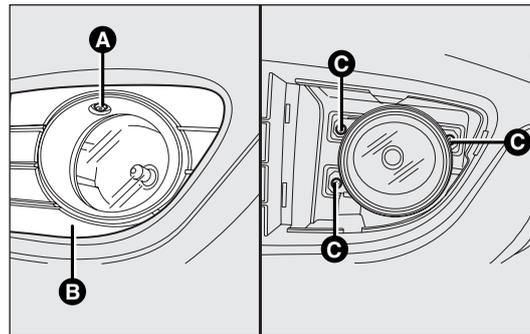

fig. 144
- svitare la vite A-fig.144 ed estrarre la maschera di protezione B;